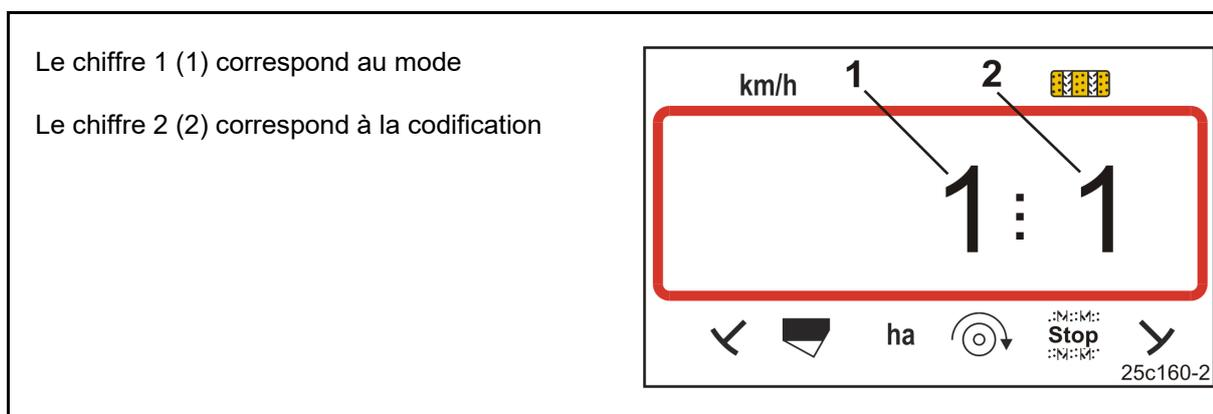

Fig. 20
Le terminal de commande requiert la saisie des données machine sous forme codée (voir Fig. 20). Relevez les données machine sur le tableau (voir chap. "Tableau des données machine", en page 54).
2. Appuyez sur la touche  jusqu'à ce que le mode souhaité (Fig. 20/1) soit affiché.